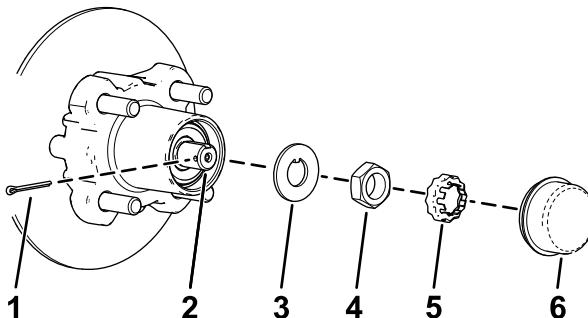
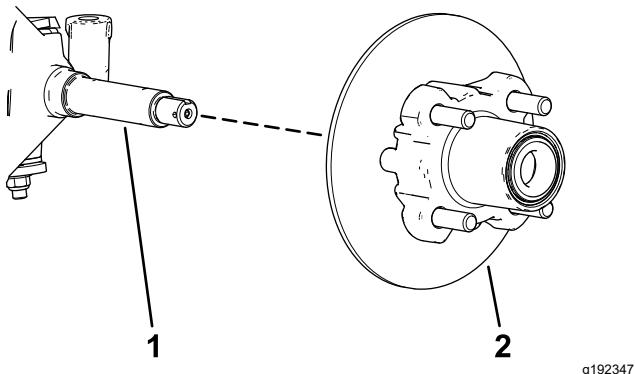

Figura 39
Figura 40
4. Retire o tampão antipoeira do cubo (Figura 39).
5. Retire o contrapino e o retentor da porca do eixo e porca do eixo (Figura 39).
6. Retire a porca do eixo do eixo e afaste o conjunto do cubo e o rotor do eixo (Figura 39 e Figura 40).